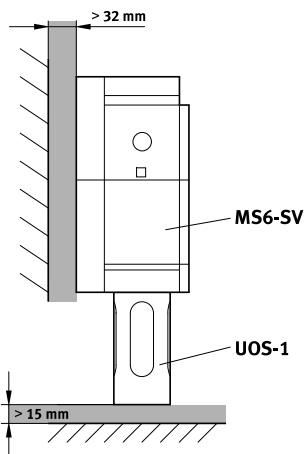

Fig. 4 Установка
- следует не допускать засорения глушителя → Fig.4.
- Обеспечьте расстояние минимум 15 мм под глушителем → Fig.4.